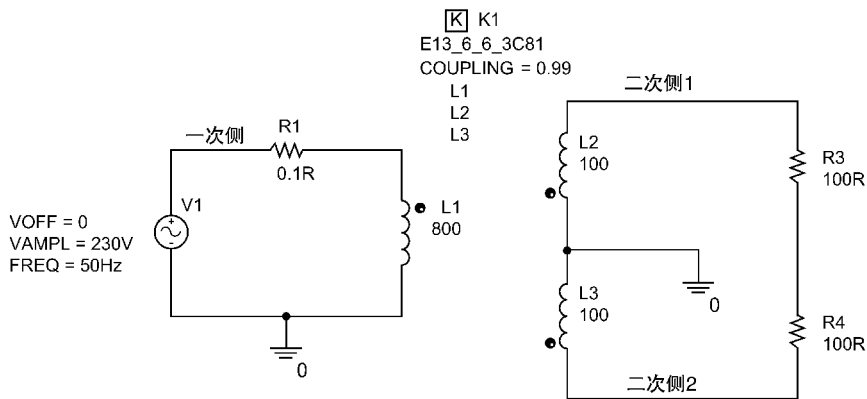

图 9.12 非线性、中心抽头变压器电路
1. 建立名称为 Non Linear Transformer 的仿真项目，然后绘制如图 9.12 所示的电路图。如图所示，输入相应的电感值，该参数为绕组的匝数值。磁心选自 magnetic 元器件库，型号为 E13\_6\_6\_3C81。耦合系数设置为 0.99。